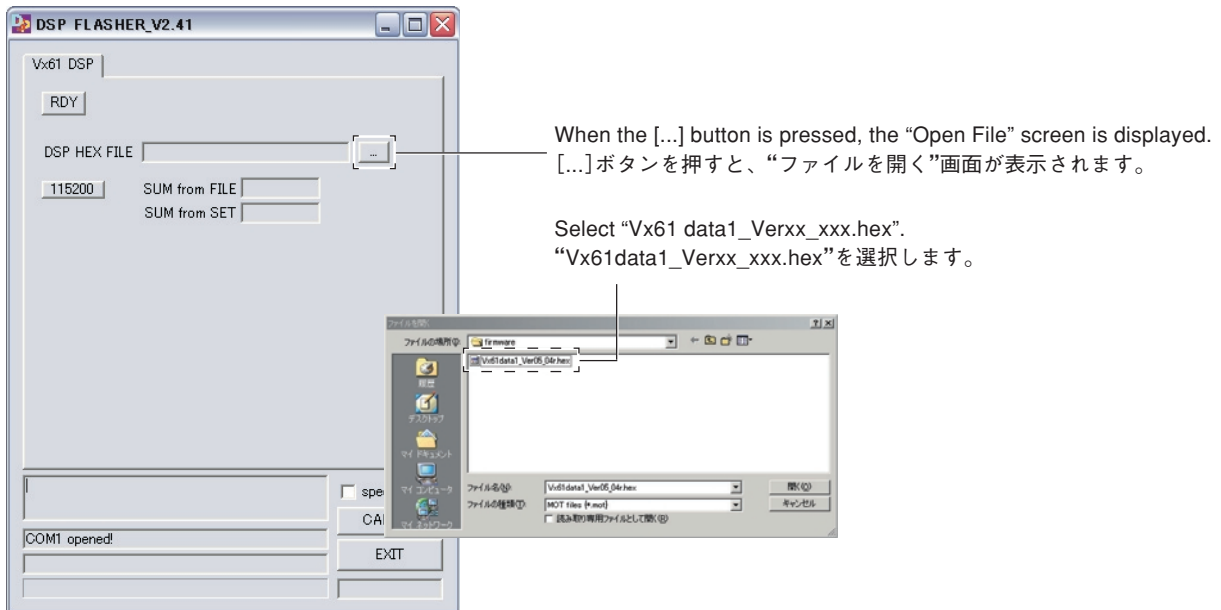

Fig. 7
4. Start up "DSP_FLASHER.exe". Then the screen shown below is displayed. (Fig. 7)
5. Press the [...] button and select "Vx61 data 1_Verxx_xxx.hex". (Fig. 7)
4. DSP_FLASHER.exeを起動します。すると下記画面が表示されます。(Fig. 7)
5. [...]ボタンを押し、“Vx61data1_Verxx_xxx.hex”を選択します。(Fig. 7)